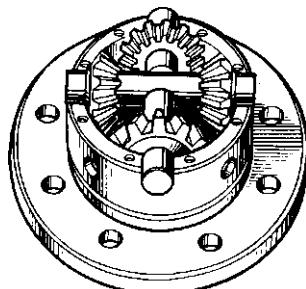

Рис. 9.6. Установка разъемной крестовины с сателлитами в левую коробку сателлитов
- Установите разъемную крестовину (рис. 9.6) с сателлитами в левую коробку сателлитов.